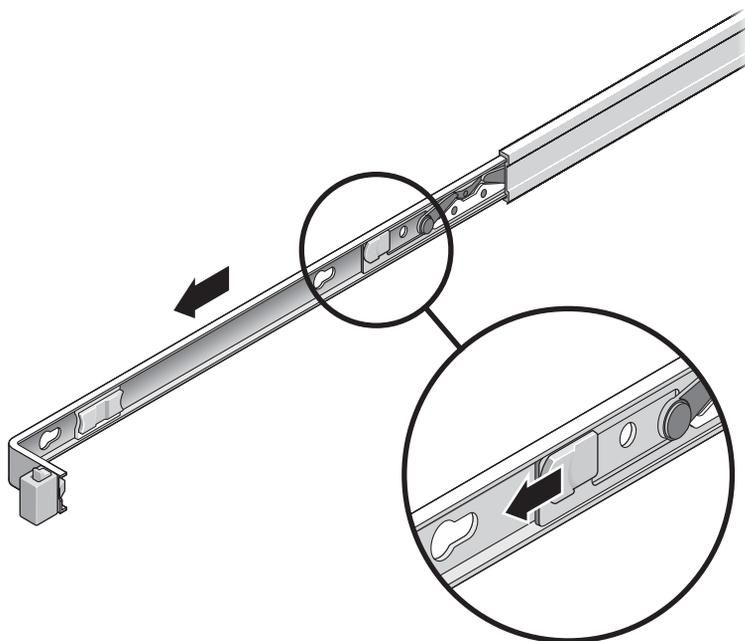

图 2-2 安装托架上释放按钮的位置
c. 按图 2-2 所示的方向滑动安装托架释放按钮，随后将安装托架滑出滑轨。